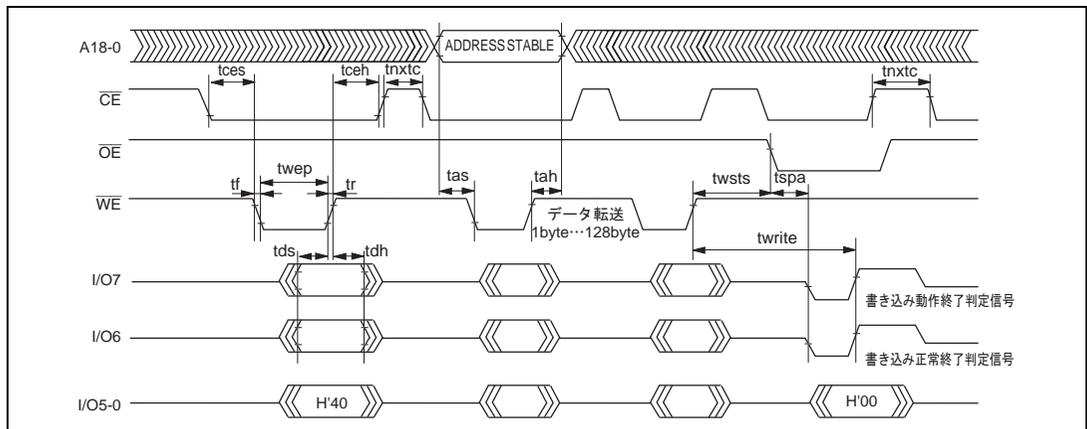

図 19.25 自動書き込みモードのタイミング波形
- (1) 自動書き込みモードでは、128バイト同時書き込みを行います。これは、バイトデータを128回連続で転送してください。
- (2) 128バイト以下の書き込みでも128バイトのデータ転送を行う必要があります。必要ないアドレスへのメモリ書き込みは、データをH'FFにして書き込みを行う必要があります。
- (3) 転送するアドレスの下位7ビットは、ロー状態にしてください。有効アドレス以外を入力した場合は、メモリ書き込み動作に移行しますが、書き込みエラーとなります。
- (4) メモリアドレスの転送は、第2サイクルで行います(図19.25)。第3サイクル以降では転送しないでください。
- (5) 書き込み動作中は、コマンド書き込みを行わないでください。
- (6) 書き込みは、各アドレスの128バイト単位のブロックに対して、1回の自動書き込みで行ってください。すでに書き込まれたアドレスブロックへの2回以上の追加書き込みは行えません。
- (7) 自動書き込み正常終了の確認には、I/O6を調べることにより行います。または、ステータス読み出しモードを使用しても確認することができます(I/O7のステータスポーリングは、自動書き込み動作終了判定用端子です)。
- (8) ステータスポーリングのI/O6、I/O7の情報は、次のコマンド書き込みまで保持されます。次のコマンド書き込みが行われていなければ、 $\overline{\text{CE}}$ 、 $\overline{\text{OE}}$ をイネーブルにすることにより読み出し可能となります。